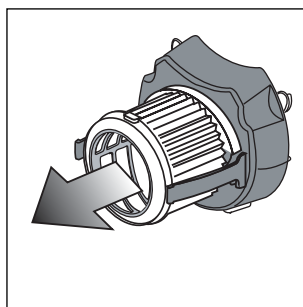

Fig. 26
- Verwijder de wasbare HEPA-filter\* (fig. 26).